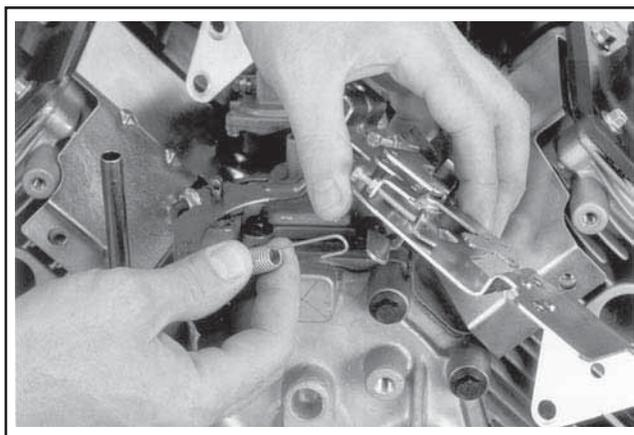

Figure 9-23. Déconnecter le ressort de la bride.
2. Marquer les positions des trous du ressort et déconnecter le ressort du levier du régulateur. Voir la Figure 9-23.